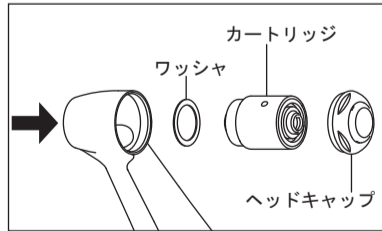

図10
- 5) テストバー等を使用して、ヘッドからカートリッジを押し出します。(図10)